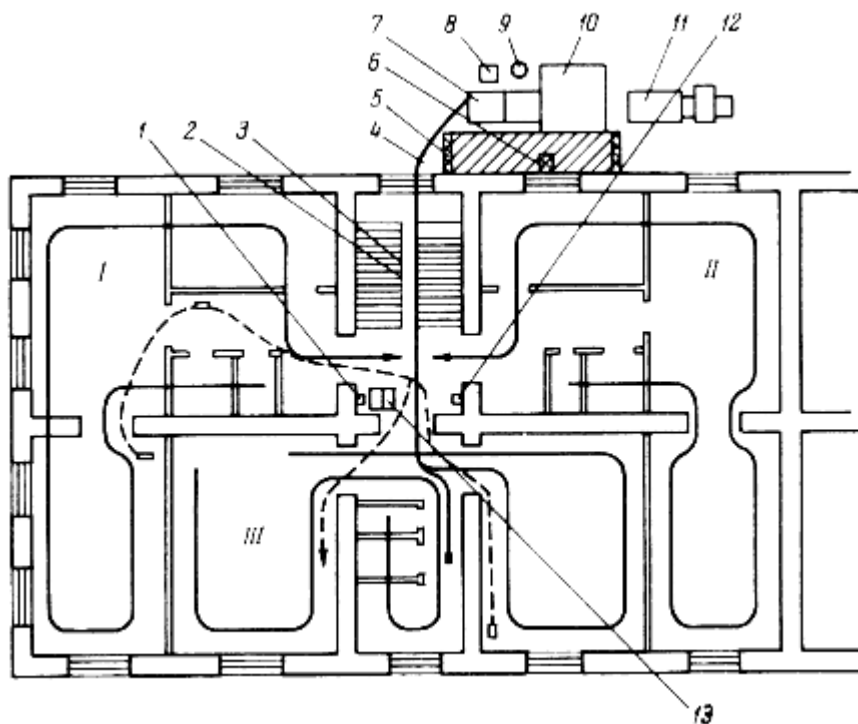

Рис. 1. Схема организации производства штукатурных работ
1. Технологическая карта разработана на производство работ по оштукатуриванию поверхностей механизированным способом в одном этаже секции ремонтируемого многоэтажного здания общей площадью 492 м² (рис. 1.). В состав работ, рассматриваемых картой, входят: нанесение слоев набрызга и грунта при помощи растворонасоса; нанесение накрывочного слоя вручную с применением затирочной машины.